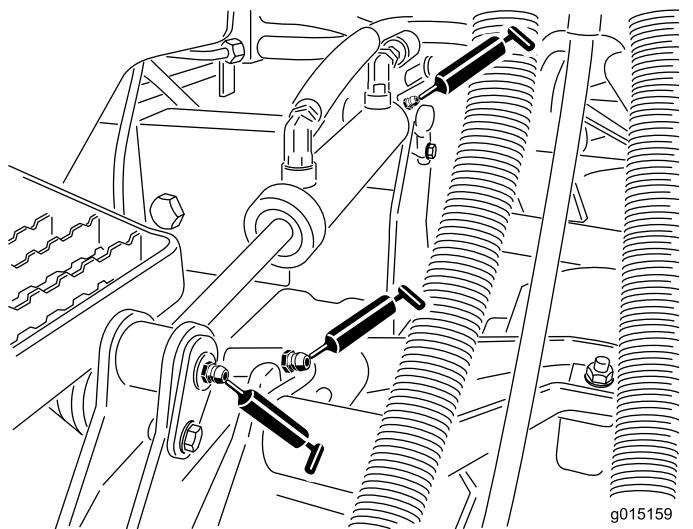

Figure 49
- Bagues de bras de levage (1 par unité de coupe) (Figure 49)
- Bagues de vérin de levage (2 par unité de coupe) (Figure 49)